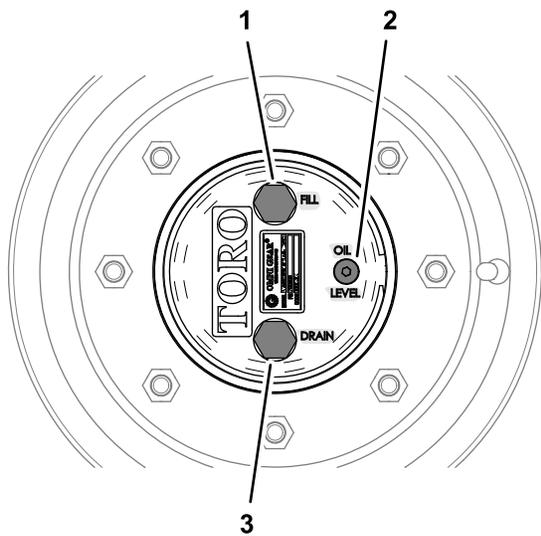

図 96
1. 水平な床面で、補給プラグが最高位置時計の 12 時の位置、点検プラグが 12 時、ドレンプラグが最低位置 6 時の位置にくるように駐車する 図 96。
1. 水平な床面で、補給プラグが最高位置時計の 12 時の位置、点検プラグが 12 時、ドレンプラグが最低位置 6 時の位置にくるように駐車する 図 96 プラネタリギアオイルの点検 (ページ 64) を参照。